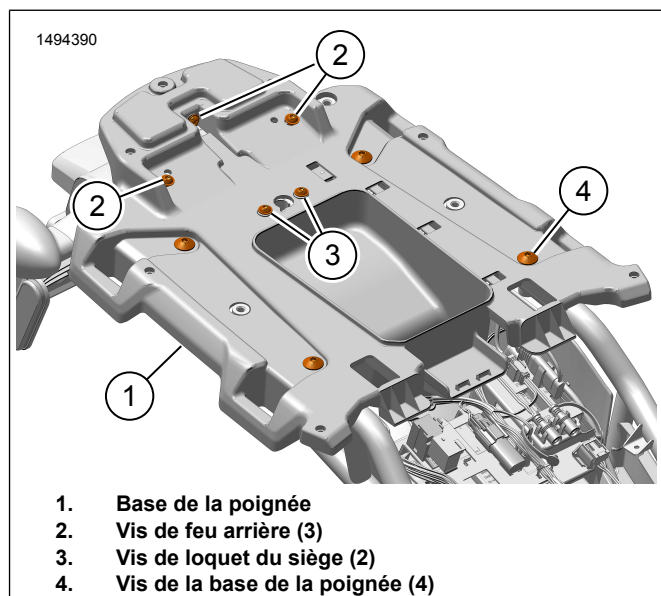

Figure 6. Installer la base de la poignée
- a. Voir la figure 6. Installer les vis du loquet du siège (3). Serrer.
- a. Voir la figure 6. Installer les vis du feu arrière (2). Serrer.
4. Voir la figure 6. Installer la base de la poignée (1).
- a. Installer les vis de la base de la poignée (4). Serrer.